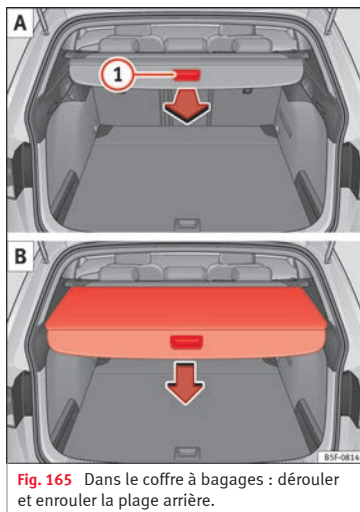

Fig. 165 Dans le coffre à bagages : dérouler et enrouler la plage arrière.
- Tirez uniformément sur la plage arrière par la poignée » fig. 165 1 A vers l'arrière puis retirez-la jusqu'en butée jusqu'à ce qu'elle s'encastre de manière audible.
- Appuyez sur la poignée de la plage arrière dans le sens de la flèche jusqu'à la débloquent » fig. 165 B.